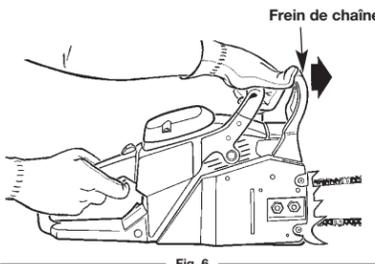

Fig. 6
- Lorsque l'appareil est en marche, appuyez sur la gâchette de la manette des gaz jusqu'à 1/3, puis embraquez le frein de chaîne en poussant le levier de frein de chaîne vers l'avant avec la main gauche (Fig. 6).